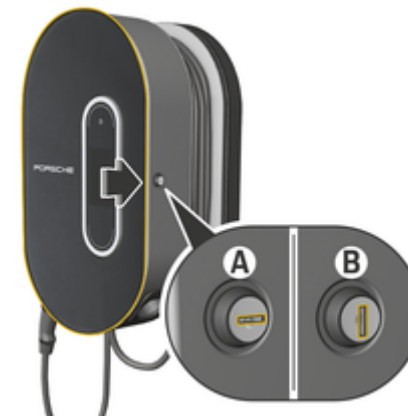

Fig. 40 Station de recharge
- ▶ Tournez le verrou à la position A (Fig. 40).
- ▶ Enfoncez le verrou en position B (Fig. 40).